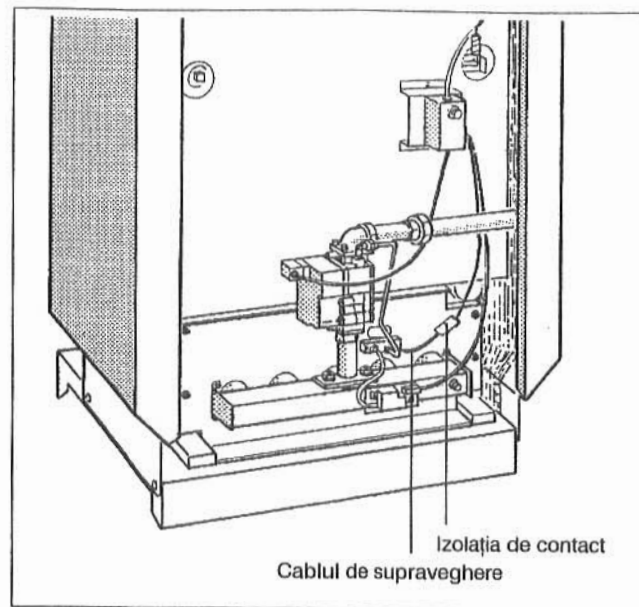

Fig. 23: Cablul de supraveghere
- Izolația de contact la cablul de supraveghere (Fig. 23) se îndepărtează și se desfac legăturile cu fișe.